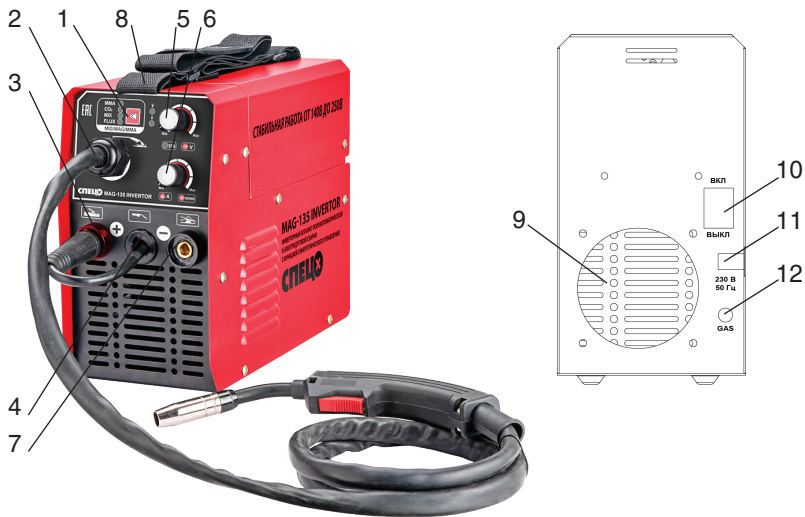

Рисунок 1. Общий вид.
На рис.1. представлен общий вид полуавтоматов.
7.1.3. Включить аппарат выключателем на задней панели, загорится индикатор «Сеть» (рис. 1, поз.10).
7.1.5. Установить регулятор сварочного тока (рис.1, поз. 6) в необходимое положение.
-кабель горелки, поз.4,рис.1, подсоединен к разъему «+», а кабель «земля» к «-», в этом случае максимум тепловыделения будет на свариваемом металле.
7.2.9. Включить аппарат выключателем на задней панели, загорится индикатор «Сеть» (рис. 1, поз.10).
7.2.16. Подсоединить газовый баллон к ниппелю на задней панели аппарата, рис. 1. поз. 12